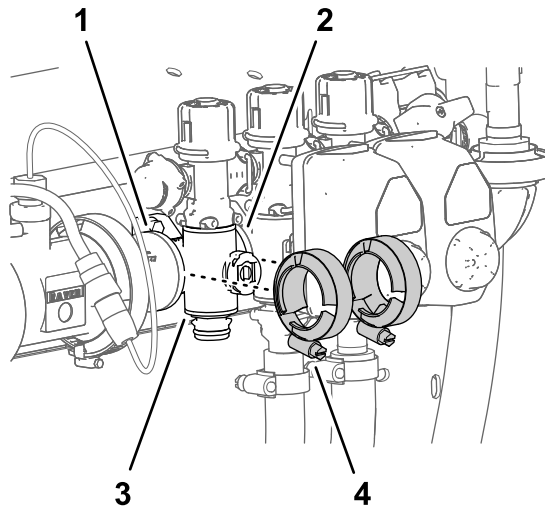

図 126
3. ブームマニホルドバルブを隣りの機器の各フランジに固定しているフランジクランプ2個を外す 図 126。